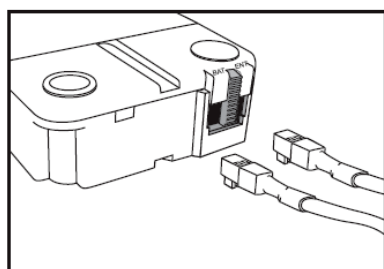

Figura 1
1. Conecte a energia na fechadura através do Módulo Lógico, Adaptador AC ou caixa grande/pequena de bateria, através da porta da fechadura rotulada BAT. Baterias alcalinas de qualidade, como as Energizer e2 Titanium ou Duracell Ultra 9-Volt são recomendadas (veja a figura 1)